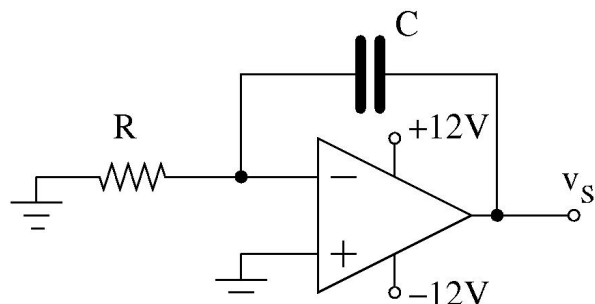

Figura 2. Integrador de Miller com entrada zero.
- O circuito da Figura 2 é um integrador de Miller, com entrada conectada a 0 Volts. A primeira vista, a tensão de saída v_S deve permanecer em 0 Volts. No entanto, devido a V_{OS} , I_{B1} e I_{B2} isso não ocorre. Pede-se explicar as razões que levam v_S não deve permanecer em 0 Volts. Qual seria então a fórmula esperada para a tensão na saída do circuito?
Experiência 2. Monte o circuito da Figura 2 com $R = 10 \text{ M}\Omega$ e $C = 1 \text{ nF}$. O que acontece com a tensão de saída quando é usado o LM741 como amplificador operacional? E com o TL074? Por quê?